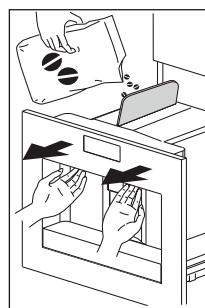

Fig. 14
- ▶ Extraire la machine en la tirant vers l'extérieur à l'aide des poignées. (Fig. 14).